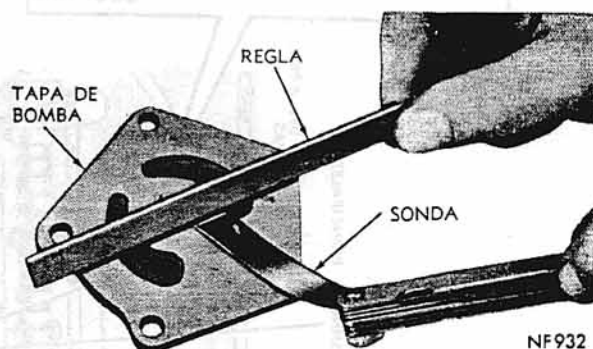

Fig. 4 - Medición del Desgaste de la Tapa de la Bomba de Aceite.
2. Obsérvese si hay excesivo desgaste entre la tapa y los rotores internos, colocando una regla a través de la superficie de la tapa. Si se llegase a insertar una sonda calibradora de 0,038 mm. (.0015") entre la tapa y la regla, la citada tapa deberá reemplazarse por una nueva (Fig. 4).